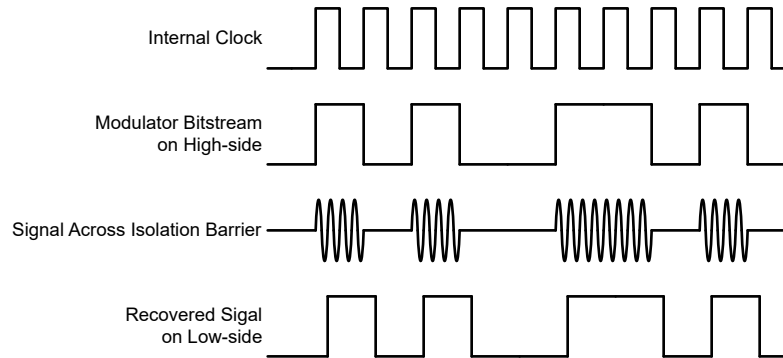

图 7-4. 基于 OOK 的调制方案
如图 7-4 中所示，AMC0x03M0510 使用开关键控 (OOK) 调制方案跨过基于 SiO_2 的隔离栅传输调制器输出位流。发送驱动器 (TX) 如 功能方框图 中所示。TX 跨过隔离栅发送一个内部生成的高频载波来表示数字一。而 TX 不发送信号则表示数字零。AMC0x03M0510 内使用的载波标称频率为 480MHz。